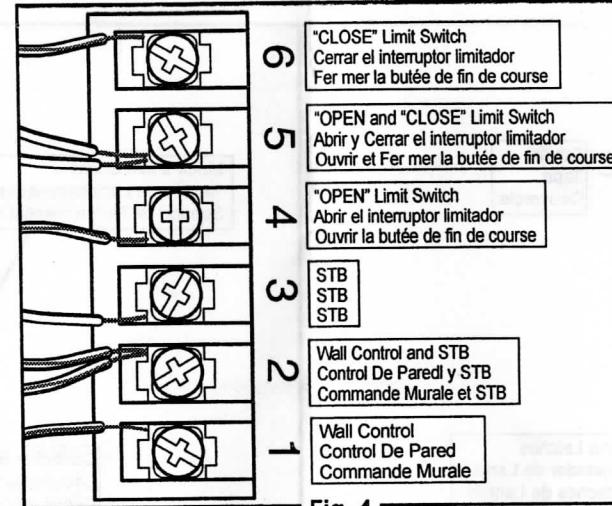

Fig. 4
12. Remove and Install wires from old Controller Board Terminal Strip to New Controller Board Terminal Strip (Fig. 4)
12. Quitar e instalar los alambres de la regleta de terminales del tablero regulador viejo a la regleta de terminales nueva del tablero regulador (Fig. 4)
12. Enlever et installer les fils de l'ancien bornier de la carte du contrôleur sur le nouveau bornier de la carte du contrôleur (fig. 4)